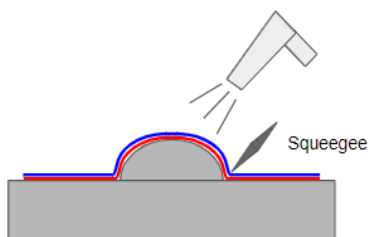

Fig.12
- 3) Presione el vinilo con fuerza alrededor del remache utilizando una espátula de plástico y una pistola de aire caliente. La temperatura aplicada deberá estar entre 45 y 60°C. *Fig.12*